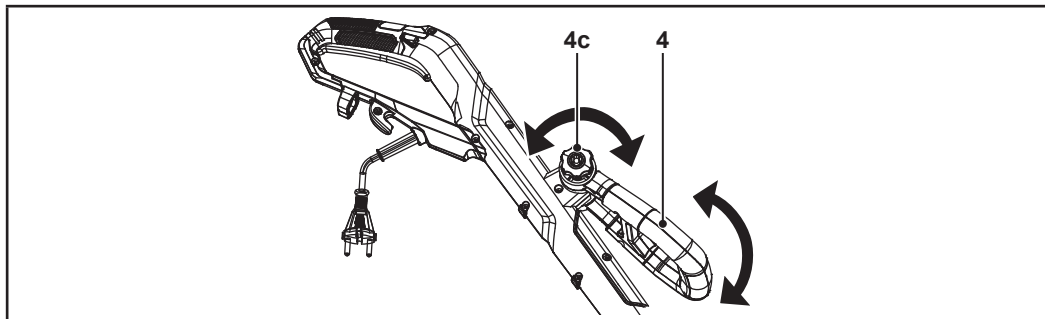

Fig. 4
1. Desaperte o bloqueio rotativo da pega auxiliar (4c) (Fig. 4).
2. Ajuste a pega auxiliar (4) (Fig. 4).
3. Aperte o bloqueio rotativo da pega auxiliar (4c) (Fig. 4).
4. Certifique-se de que a pega auxiliar (4) está bloqueada no devido lugar.